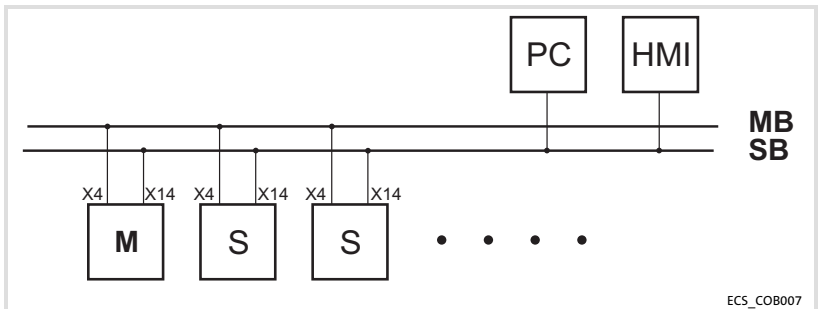

Abb. 4-15 MotionBus (CAN) mit Antriebsregler als Master
- ▶ In Abb. 4-15 wird die Funktion des Masters durch einen zum Master bestimmten Antriebsregler ermöglicht.